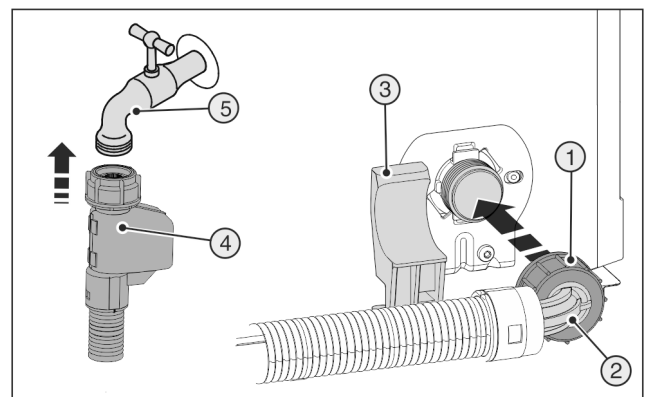

Fig. 22
- ▶ Приєднайте прямий кінець шланга Fig. 22 (4) до запір-ного крану Fig. 22 (5).